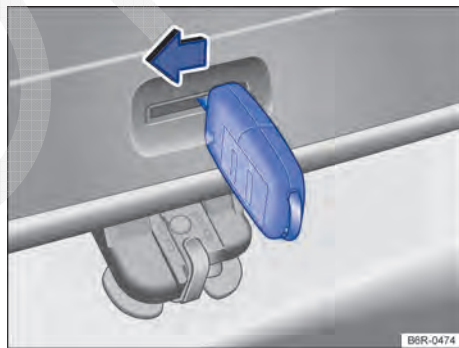

Fig. 132 Do lado de dentro do compartimento de bagagem: destravamento de emergência da tampa traseira.
- Inserir a haste da chave na abertura da tampa traseira → Fig. 132 e pressionar a alavanca de destravamento no sentido da seta, para destravar a tampa traseira.